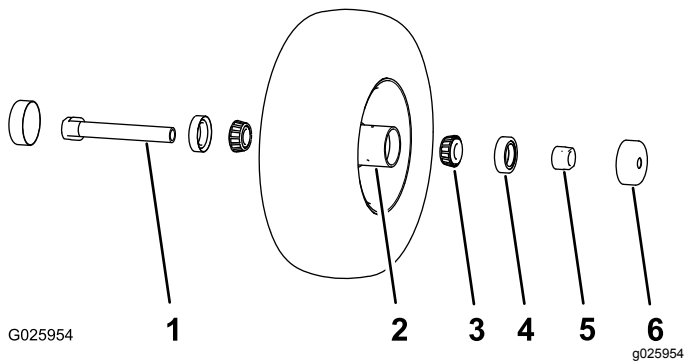

Figura 28
1. Retire los 2 protectores de los retenes del buje de la rueda (Figura 28).
2. Retire 1 de las tuercas espaciadoras del eje de la rueda giratoria (Figura 28).
Nota: Observe que las tuercas espaciadoras llevan adhesivo de roscas para pegarlas al eje (Figura 28).
3. Retire el eje (con la otra tuerca espaciadora aún montada en el mismo) del conjunto de la rueda giratoria (Figura 28).
4. Haga palanca para extraer las dos juntas de cojinete (Figura 28).
5. Retire ambos cojinetes e inspecciónelos en busca de desgaste o daños (Figura 28).
1. Introduzca un cojinete en el buje de la rueda (Figura 28).
2. Introduzca el retén del cojinete en el buje en el cojinete (Figura 28).
- C. Enrosque la tuerca del eje, con los segmentos planos para llave inglesa hacia fuera, en el extremo del eje que está preparado con el adhesivo de roscas (Figura 28).
4. Introduzca el eje con la tuerca montada en él en la rueda, en el lado que contiene el retén nuevo y el cojinete (Figura 28).
6. Introduzca el otro cojinete y un retén nuevo en la rueda (Figura 28).
9. Instale los protectores de los retenes sobre el buje de la rueda (Figura 28).